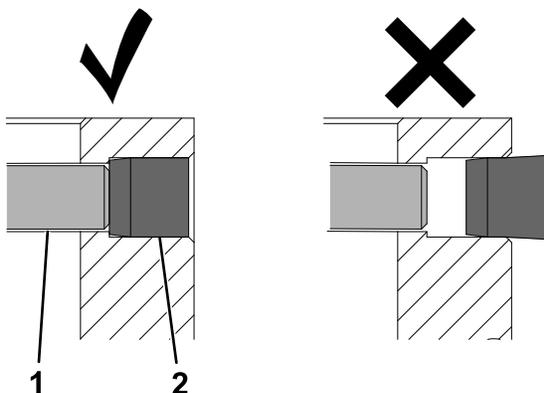

Figura 11
**Importante:** Certifique-se de que o tampão do batente está totalmente inserido na estrutura como se mostra na Figura 11.